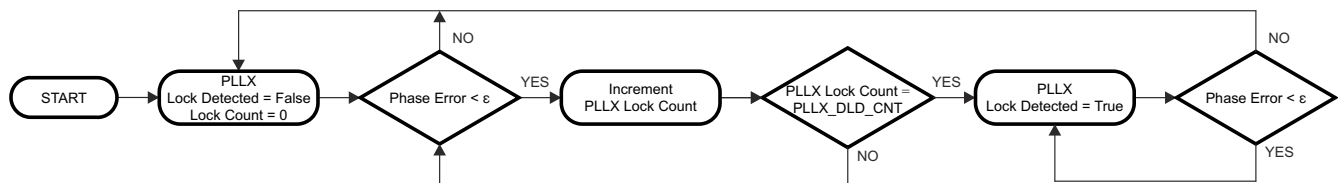

图 8-8. 数字锁定检测流程图
PLL1 和 PLL2 都支持数字锁定检测。数字锁定检测功能会比较 PLL 的参考路径 (R) 与反馈路径 (N) 之间的相位。当两个信号之间的时间误差 (即相位误差) 小于指定窗口大小 ( $\epsilon$ ) 时, 锁定检测计数将递增。当锁定检测计数达到用户指定的值 PLL1\_DLD\_CNT 或 PLL2\_DLD\_CNT 时, 锁定检测将置位为 true。一旦数字锁定检测为 true, 指定窗口外的单相比较将导致数字锁定检测被置位为 false。如图 8-8 所示。